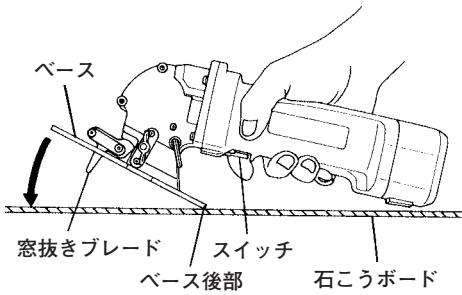

図 11
- (1) 図11に示すように、窓抜きブレードが石こうボードに触れない状態で保持します。
- (2) スイッチをON(入)にし、ベース後部を支点にして本体を矢印方向へ静かに押し付け、石こうボードに切り込みます。
- (3) ベースを石こうボードに密着させた状態で、“墨線”に沿ってゆっくり送り、切断します。